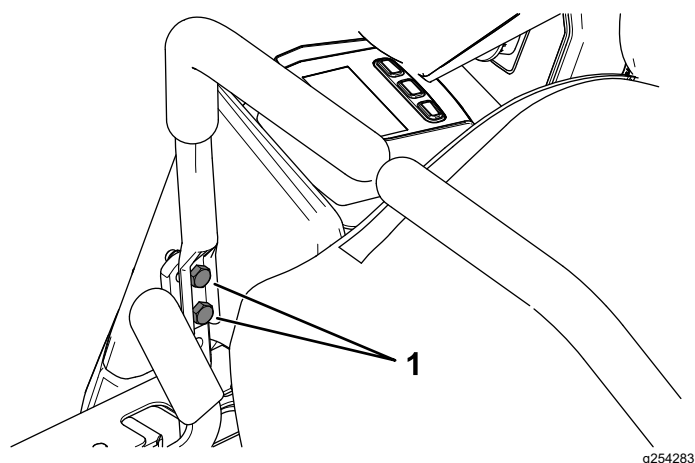

Figura 52
12. Apriete los 2 pernos de montaje de la palanca de control de movimiento (Figura 52).
10. Si es necesario alinearlas, afloje los 2 pernos de montaje de la palanca de control de movimiento del lado que está mal alineado (Figura 52).